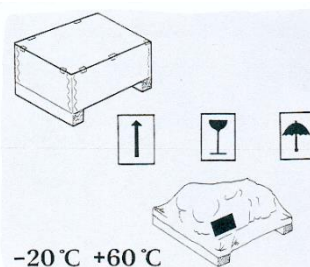

Abb. 12
- Falls erforderlich, können sich auf den Verpackungen Hinweise und Symbole befinden, die wichtige Angaben zu Handhabung und Transport enthalten (Gewicht, Anschlagpunkte, Informationen zur Lagerung usw.) - (Abb. 12).